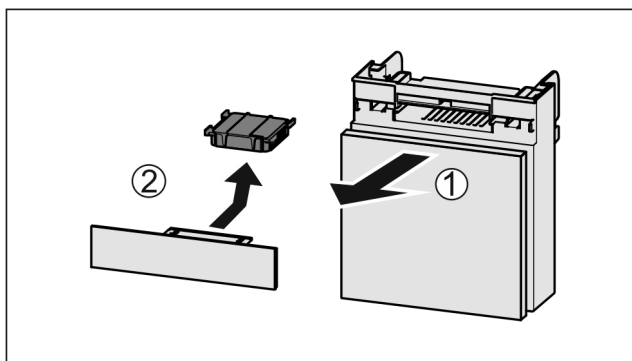

Fig. 101
- ▶ Вытянуть Fig. 101 (1) отделение движением вперед.
- ▶ Извлечение Fig. 101 (2) фильтра с активированным углем.